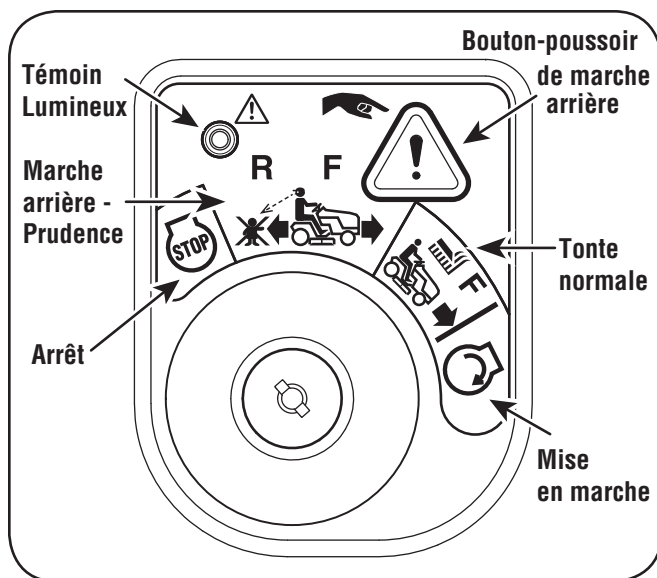

Figure 5-1
2. Déplacez la clé de la position « NORMAL MOWING » (Verte) (Tonte normale) à la position « REVERSE CAUTION MODE » (Jaune) (Marche arrière - Prudence). Voir la Figure 5-1.
3. Appuyez sur le BOUTON-POUSSOIR DE MARCHÉ ARRIÈRE (Bouton triangulaire orange) dans le coin supérieur droit du module d'allumage. Le témoin lumineux rouge dans le coin supérieur gauche s'allume quand la marche arrière est embrayée. Voir la Figure 5-1.